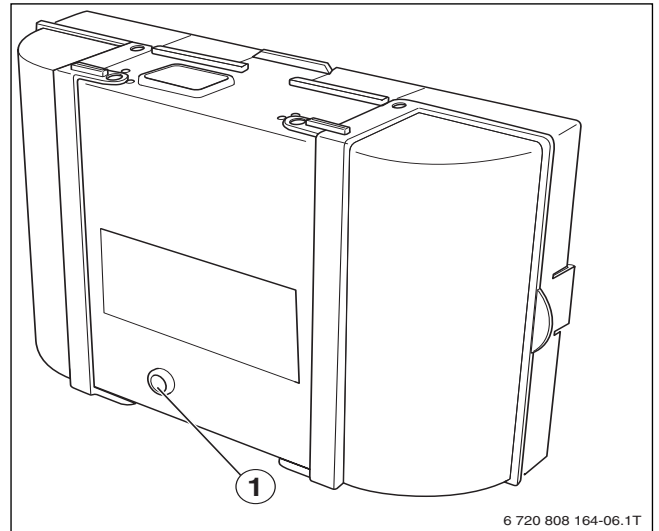

Fig. 82 Puesta a cero de los fallos en el programador de combustión
- ▶ Pulsar la tecla de desbloqueo en el programador de combustión (→ fig. 82).